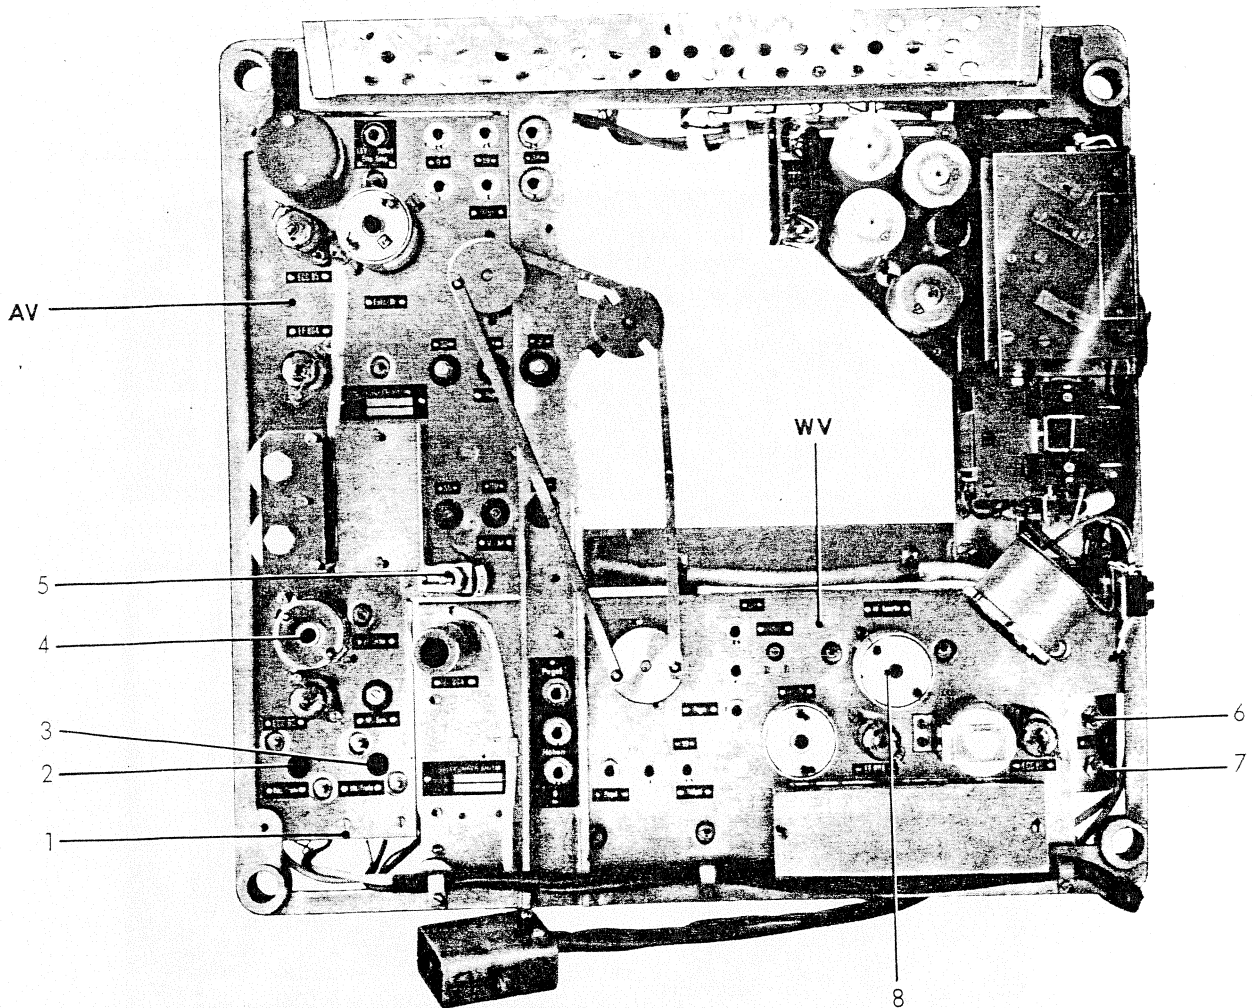

Bild 3: Messungen an Aufsprech- u. Wiedergabeverstärker
Die Meßgeräte: J 77, oder Röhrenvoltmeter, werden wegen der erforderlichen Vorverstärkung von 40 dB am Ausgang eines Spannungsverstärkers, z. B. V76 betrieben. Es ist zu beachten, daß mit dem J 77 nach DIN 45510 gemessen wird. Abgleich der Heizsymmetrie für den AV siehe Bild 3, Pos. 5, Schaltbildzeichen: 74.
Vor dieser Messung muß der **Aufsprechverstärker** (AV) in dem bis zu diesem Abschnitt beschriebenen Umfang eingemessen sein. Der Abgleich des Minimums wird am 80 KHz-Sperrkreis, Bild 3, Pos. 8, (Schaltbildzeichen 156) vorgenommen.